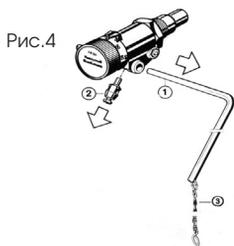
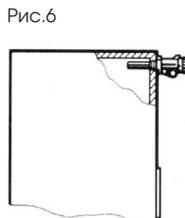

Рис.4
Рис.6
Установка: Рис. 4 снимите рычаг①и соединитель②. Рис 5 Вертикальная установка. Рис. 6 горизонтальная установка. Вкрутите регулятор в котел в вертикальном либо горизонтальном положении. Установите рычаг①в обратной последовательности (см. рис.4), закрепите винтом соединитель ② и отрегулируйте цепь③.
- в случае горизонтальной установки (рис.6) используйте черные цифры.